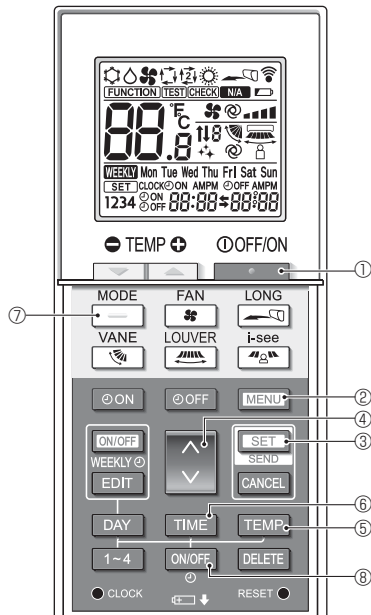
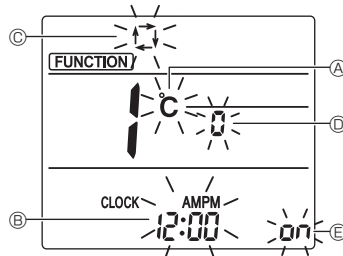

Fig. 4-10
Fig. 4-11
- Trykk på **STOP**-knappen ① for å stoppe klimaanlegget.
- Trykk på **MENU**-knappen ②.
- Funksjonsinnstillingsskjermen vises og funksjonsnr. Ⓐ blinker. (Fig. 4-10)
- Kontroller at funksjonsnr. "1" vises, og trykk deretter på **SET**-knappen ③.
- Skjermbildet for innstilling av skjermvisning vises. (Fig. 4-11)
4.12.2. Endring av temperatureenhet (fig. 4-11 Ⓐ)
4.12.3. Endre tidsvisning (Fig. 4-11 Ⓑ)
4.12.4. Endring av AUTO-modus (Fig. 4-11 Ⓒ)
4.12.5. Endring av par nr. (Fig. 4-11 Ⓓ)
- Funksjonsnr. Ⓐ blinker (Fig. 4-10)